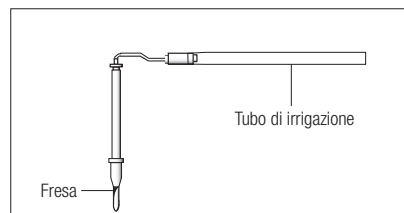

Fig.11
- 3) Inserire l'ago di irrigazione interna nella fresa dalla parte posteriore. (Fig.11)